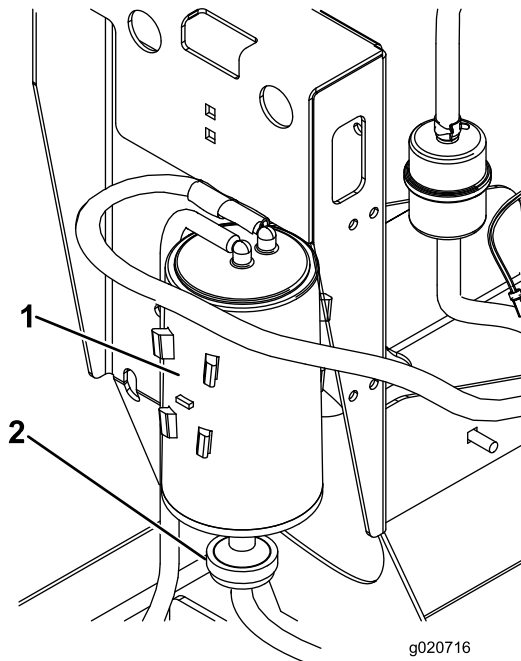

Figure 21
2. Débranchez le flexible du filtre à air à charbon actif (Figure 21).
3. Déposez et mettez au rebut le filtre à air à charbon actif (Figure 21).